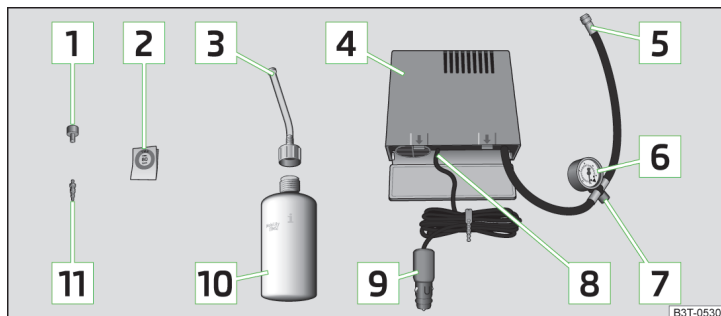

Fig. 183 Schéma du principe : composants du kit de dépannage
### Composants du kit » fig. 183
- Collez l'autocollant **2** » **fig. 183 à la page 222** sur le tableau de bord dans le champ de vision du conducteur.
- Secouez énergiquement le flacon de produit de colmatage des pneus **10** » **fig. 183 à la page 222** pendant quelques secondes.
- Vissez fermement le flexible de gonflage des pneus **5** » fig. 183 à la page 222 du gonfleur sur la valve du pneu.